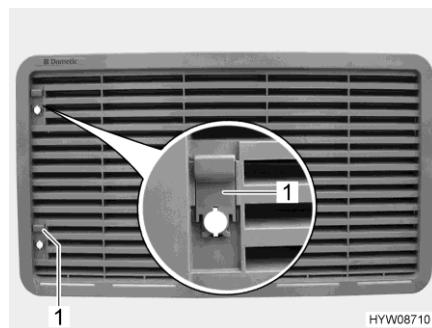
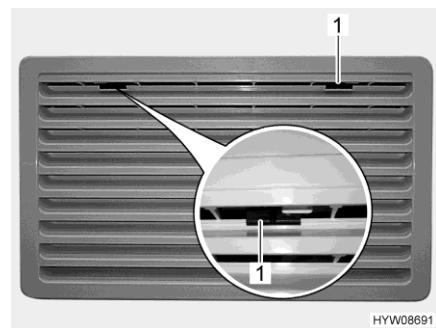

Fig. 150 Griglia di aerazione del frigorifero
Fig. 151 Griglia di aerazione del frigorifero (alternativa)
- A seconda dal modello, fare scorrere il cursore (Fig. 150,1) verso l'alto oppure l'arresto (Fig. 151,1) verso il centro.